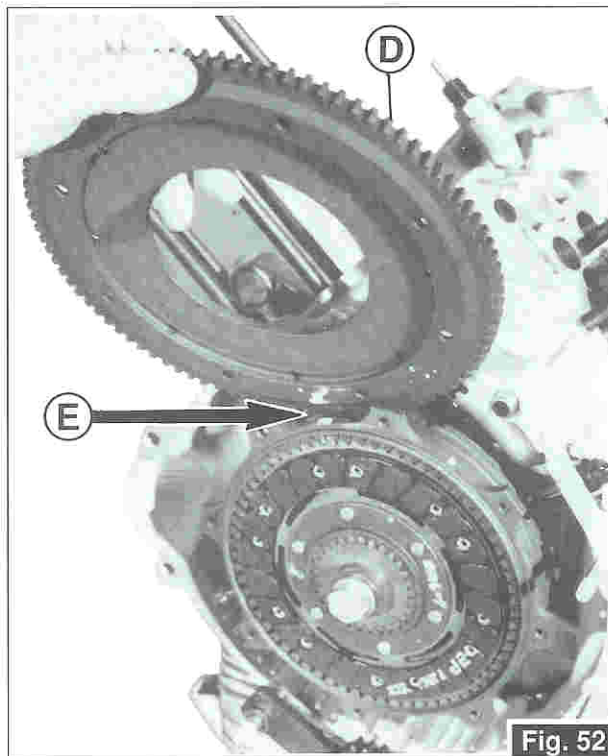

Fig. 52
- Togliere la corona dentata «D» ricordando, al successivo rimontaggio, di ripristinare i riferimenti indicati dalla freccia «E» (Fig. 52).
- Remove ring gear «D». When refitting it later on, remember to line up the marks shown by arrow «E» (Fig. 52).